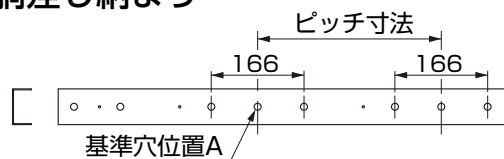

図2-1 ブラケット取付けゲージ
- ①基準穴位置はAの箇所を使用してください。(図2-1参照)
- ②各間口に合わせたゲージ使用位置を確認してください。